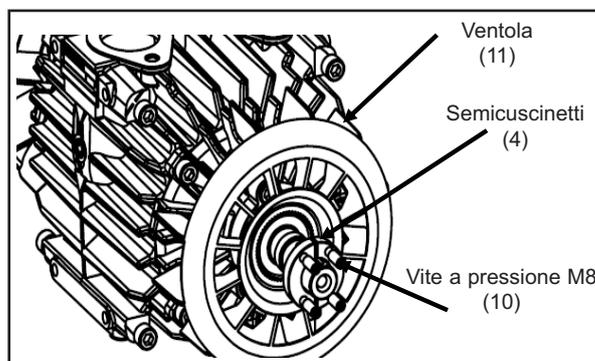

Figura 28
6. Fissare le ventole (11) e i semicuscinetti (4) con le viti a pressione M8 (10) imbrattò di Loctite® 243*. Stringete le viti a pressione alla coppia da 11 lbs ft (15 N.m) ; vedi figura 28.